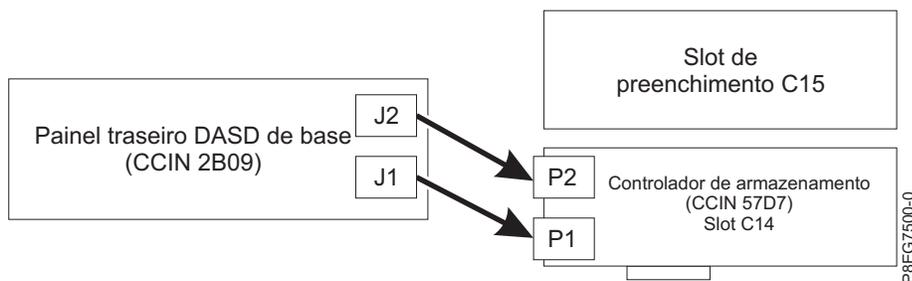

Figura 5. Reconectando o cabo SAS em uma configuração de armazenamento base
- Se houver um adaptador interno PCIe3 x8 SAS RAID (CCIN 57D7) no slot P1-C14 (recurso de armazenamento base), um cabo SAS conectará o conector do painel traseiro da unidade de disco inferior (J1) ao conector P1 no adaptador. O segundo cabo SAS conectará o conector do painel traseiro da unidade de disco superior (J2) ao conector P2 no mesmo adaptador. Consulte o Figura 5.